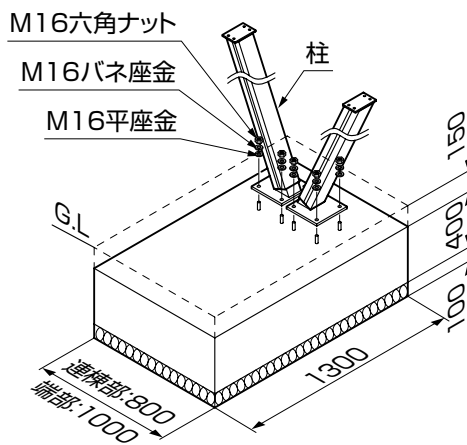

図2-3
- アンカーセットに入っているM16六角ナット、M16バネ座金、M16平座金を使用してください。(図2-3参照)